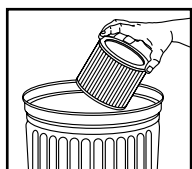

FIGURA 22
27. Para limpiar el filtro de cartucho agítelo o cepíllelo para quitar el exceso de suciedad. **FIGURA 22.**